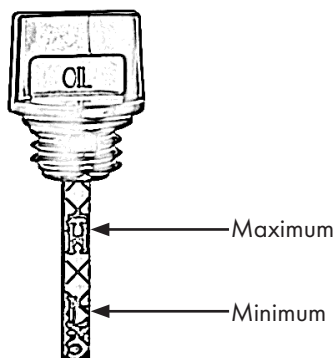

Abbildung 15
- Lesen Sie den Ölstand ab, siehe auch Abb. 15.
**Zwischen der oberen und unteren Markierung muss sich ein Ölfilm befinden. Wenn kein Ölfilm zu sehen ist, ist der Ölstand zu niedrig, Abb. 15. Mit mehr Öl auffüllen. H-Hoch steht für Maximum. L-Low steht für Minimum.**